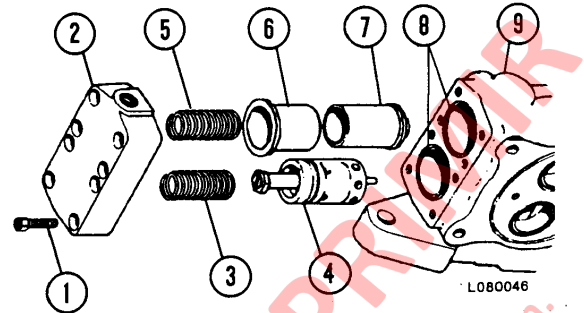

FIGURA 10-5. SECCION DE ENTRADA
- d. Desconecte el tubo de la cubierta de la sección de entrada (2, Figura 10-5). Desconecte la(s) manguera(s) de la lumbrera superior.
- e. Retire los pernos (1) de la cubierta (2). Retire la cubierta (1) y el resorte (3) de la válvula de alivio (4).
- f. Suelte la tuerca de bloqueo de la válvula de alivio (4) y gire el perno "hacia adentro" (hacia la derecha) para aumentar la presión o "hacia afuera" (hacia la izquierda) para disminuir la presión.
- g. Instale el resorte (3) y la cubierta (2) con los nuevos anillos de goma (8). Instale y apriete los pernos (1). Instale el tubo al fitting de la cubierta. Instale la(s) manguera(s) en la lumbrera superior.